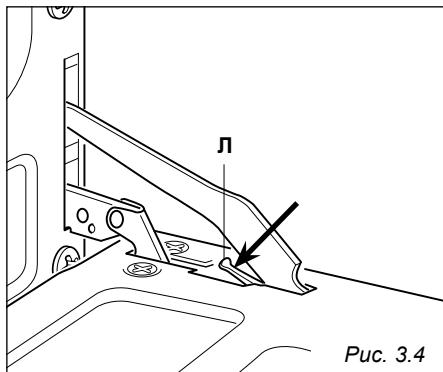

Рис. 3.4
- Отведите вниз рычаг «Л» (Рис.3.4) и, удерживая его в таком положении, медленно закройте дверцу, для того чтобы блокировать шарнир.